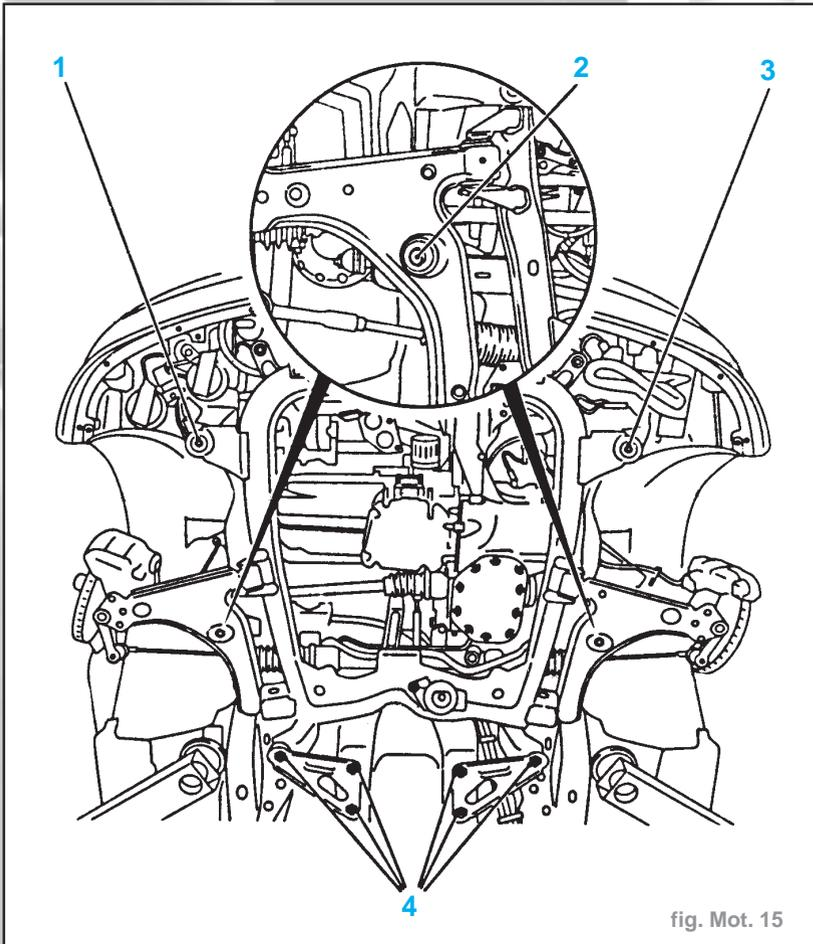

fig. Mot. 15
Nota : La figure Mot. 15 montre le corps d'essieu avant sans le levier hydraulique et le logement central pour faciliter la vue d'ensemble.
- Déposer six vis de fixation arrière (4) et les tôles triangulaires. Déposer les vis de fixation avant à droite (1) et à gauche (3). Déposer les vis de fixation centrale (2) (fig. Mot. 15).
- Monter le corps d'essieu avant avec les vis de fixation neuves (1 à 4) sur le soussissement du véhicule. Couple de serrage : **9 daN.m + 45° + 15°** (fig. Mot. 15).
- Déposer six vis de fixation arrière (4) gauches et droites. Déposer les vis de fixation avant à droite (1) et à gauche (3). Déposer les vis de fixation centrale (2) (fig. Mot. 15).
- Monter le corps d'essieu avant avec les vis de fixation neuves (1 à 4) sur le sous-basement du véhicule. (fig. Mot. 15). Couple de serrage : **9 daN.m + 45° + 15°**